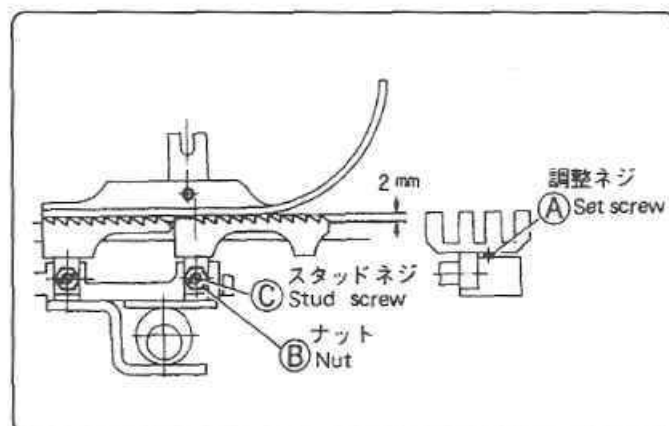

Fig.8
5-5. 送り金の調整(Fig.8)
- 1) 送り金(前)の高さは、送り金が最も上がったとき針板上面から 2mm 出るように調整します。<Fig.8>調節ネジ(A)を廻して送り金が2mm 出る位置になるよう調整してください。調整が終わってからボックススパナでナット(B)を締めて送り金を固定してください。
5-5. Feed Dog (Fig.8)